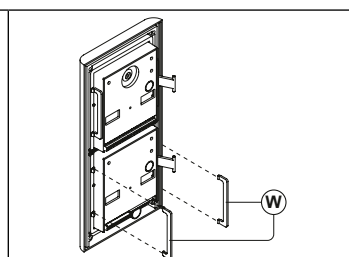

Fig. 6
Inserire i fermi anti-effrazione (W) come mostrato in **Fig. 6**.